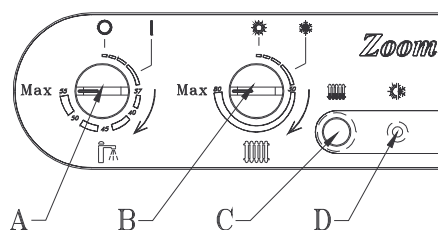

Fig.36
- Predisporre l'interruttore DIP2 della scheda elettronica sulla posizione **"ON"** (Attiva) Fig.30, posizionare i pomelli di regolazione **A e B** (Fig.36) sulla posizione di massimo.